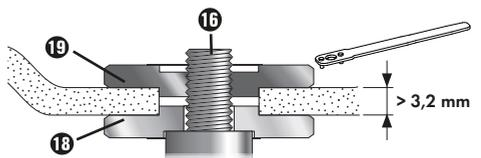

Abb. 2
**Bei dicken Schleifscheiben (siehe Abbildung 2)**